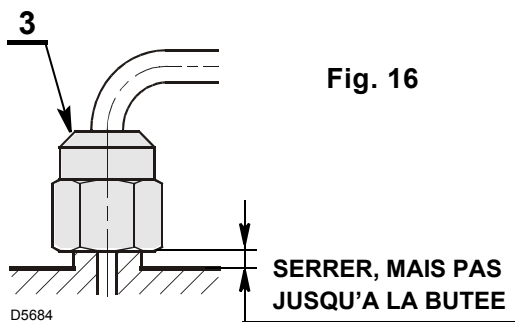

Fig. 16
Au remontage du groupe porte gicleur (5), visser l'écrou (3) comme indiqué sur la figure 16.